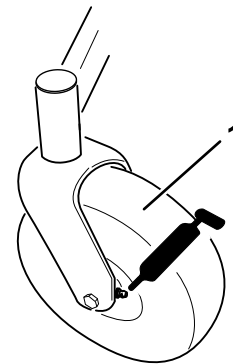

Bild 29
3. Reinigen Sie die Schmiernippel (Bild 29) mit einem Lappen.
4. Bringen Sie eine Fettpresse an jedem Nippel an (Bild 29).